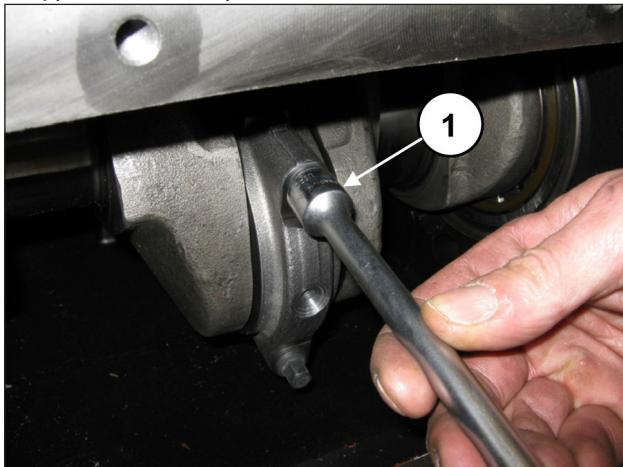

Рис. 17
Открутите винты шатуна (поз. ①, Рис. 17).